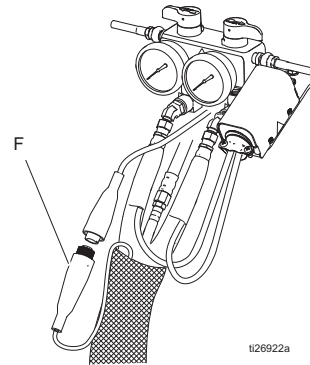

图 9. 加热软管
3. 从 Reactor (图 9) 上断开 FTS 电缆 (F)。